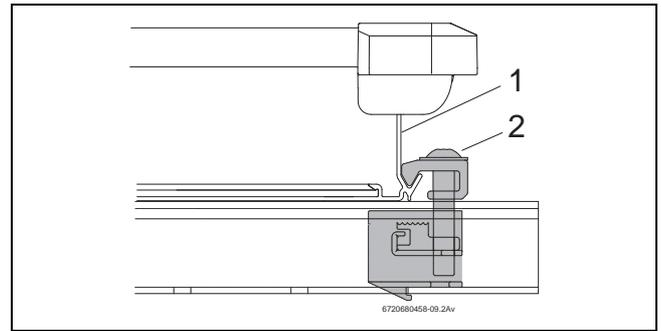

Fig. 65 Fixador de colector simples aparafusado
- ▶ Encaixar o colector (Fig. 65, [1]) cuidadosamente no fixador de colector simples e alinhá-lo horizontalmente.
- ▶ Aparafusar o fixador de colector simples com a chave SW5. O grampo de fixação (Fig. 65, [2]) do fixador de colector segura agora o canto inferior do colector.